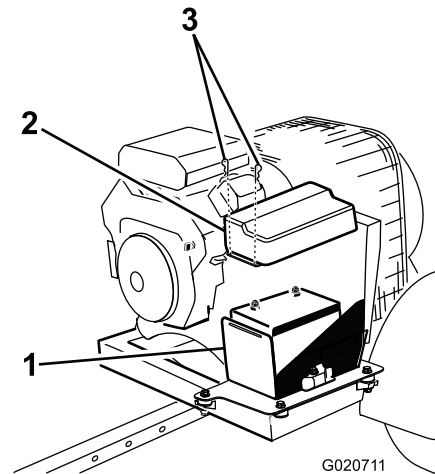

Figura 38
1. Rimuovete i fermagli che fissano il coperchio della batteria alla cassetta e il coperchio della cassetta (Figura 38).